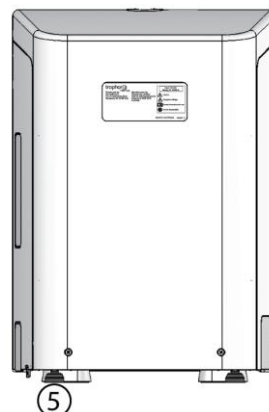

Figure 2
3. Tournez les pieds arrière dans le sens des aiguilles d'une montre ou dans le sens inverse pour mettre le trophon à niveau (voir Figure 2). Vérifiez que les pieds ne sont ni lâches, ni manquants.